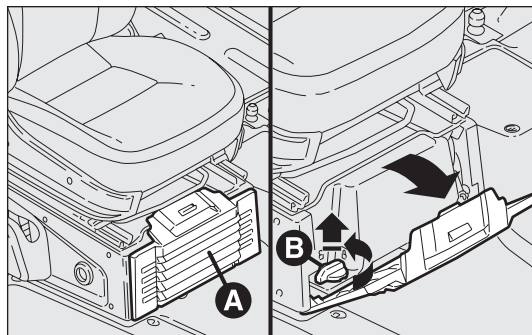
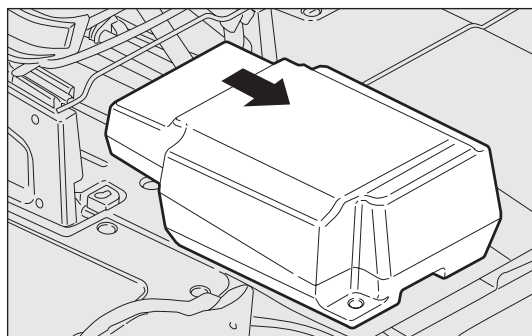

fig. 217
fig. 218
- ouvrir la trappe A et la déposer comme indiqué dans la fig. 217;
- tourner le pommeau B dans le sens inverse des aiguilles d'une montre et l'extraire fig. 217 pour permettre la sortie du tiroir fig. 218;